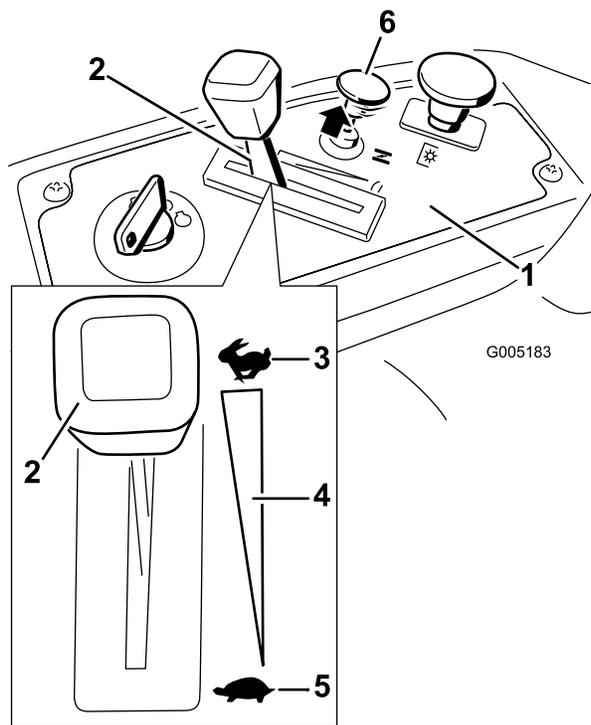

Figura 12
3. Tirate verso l'alto il comando dello starter prima di avviare il motore a freddo (Figura 12).